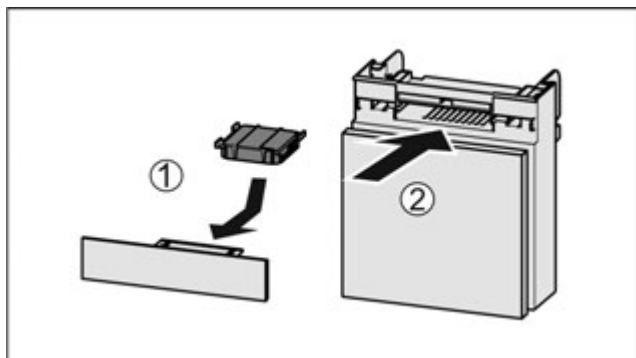

Fig. 129
- ▶ Вставити фільтр з активованого вугілля за малюнком Fig. 129 (1).
- ▶ Вставити відділення Fig. 129 (2).